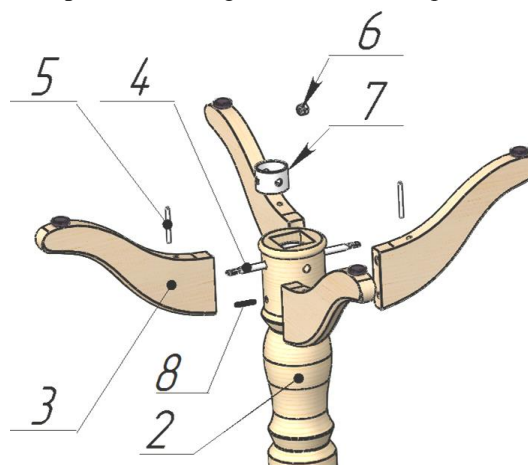

Рис. 1.
3.1 Определить места крепления опор (3) к ноге (2) см. рис. 1.
3.2 Вставить шпильки (4) плоским концом с отверстием под штифт в боковые отверстия опор. В нижние отверстия опор вставить штифты (5) так, чтобы они попали в отверстие шпильки (4) рис.1.
3.3 Вставить кольцо металлическое (7) в отверстие расположенное в нижней части ноги (2) рис.1.
3.5 Закрепить шпильки (4) внутри кольца металлического (7) гайками (6) не стягивая до конца рис.1.